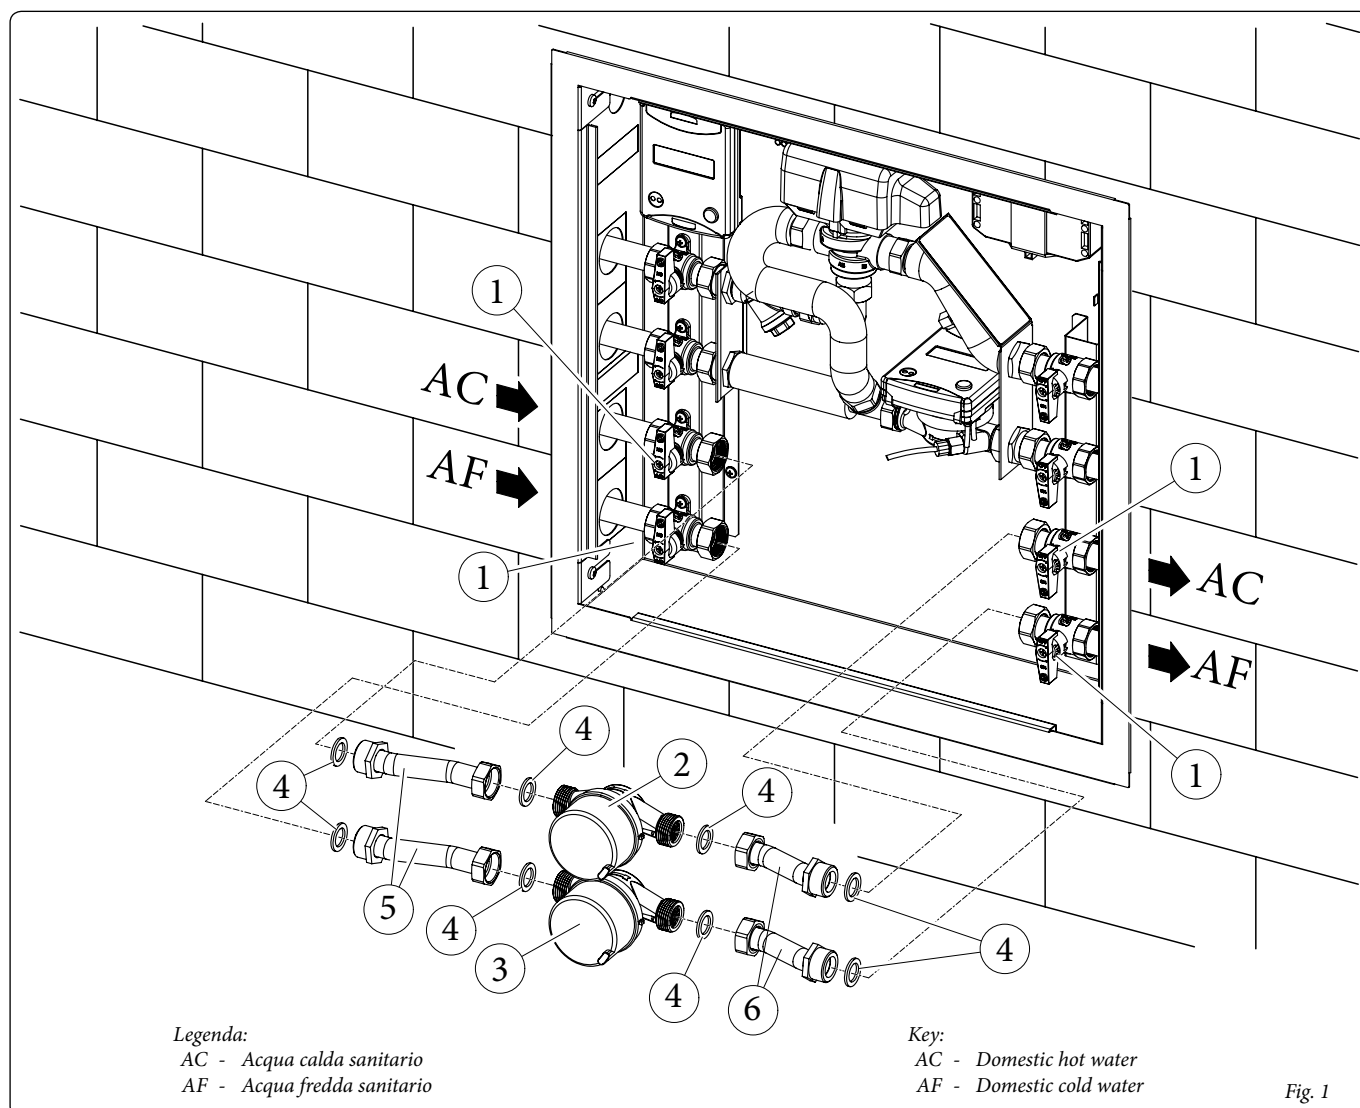

Fig. 1
- Chiudere i rubinetti di intercettazione (1) presenti nel "Basic Box container".
- Collegare al suo posto il contaltri (2 o 3) posizionando il tubo lungo (5) sulla sinistra e il tubo corto (6) sulla destra del contaltri, interporre inoltre le relative guarnizioni piane (4) fornite a corredo nel kit. (Fig. 1).
- Aprire i rubinetti di intercettazione (1).
- Close the interception cocks (1) present in the "Basic box container".
- Instead, connect the liter-counter (2 or 3) positioning the long pipe (5) on the left and the short pipe (6) to the right of the liter-counter, also interpose its flat gaskets (4) supplied in the kit. (Fig. 1).
- Open the interception cocks (1).